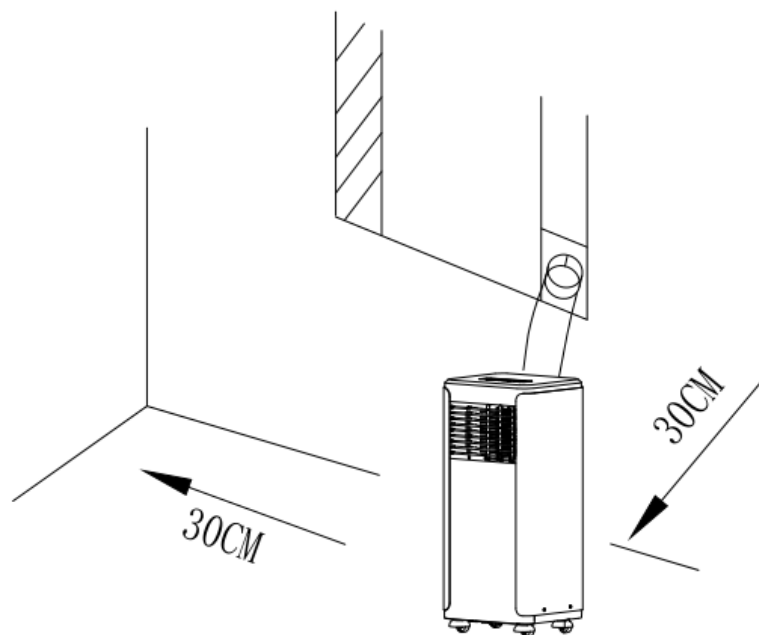

Fig.3
- Um ar condicionado de remoção será instalado no local plano e vazio ao redor. Não bloqueie a saída de ar e a distância necessária deve ser de pelo menos 30 cm. (Ver Fig. 3)